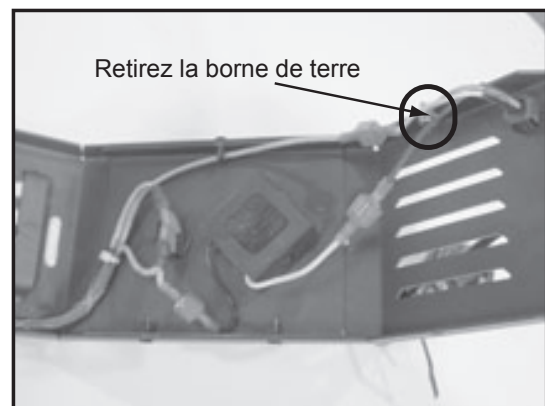

Figure 42.1
2. Retirez la borne de terre verte du boîtier en utilisant une clé 11/32 pouces et un tournevis cruciforme. **Figure 42.1.**